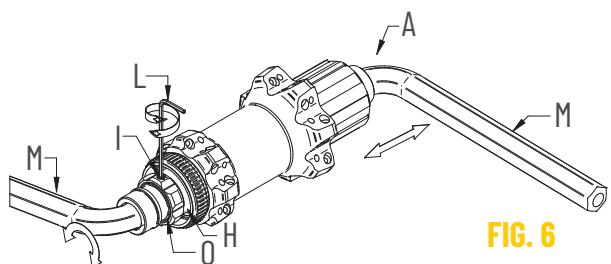

FIG. 6
- Inserite una chiave a brugola da 12 (M) sul lato destro del mozzo (Fig. 6).
- Bloccate lo scontro mobile (0) con chiave a brugola (M) a 15 Nm (Fig. 6).
Se necessario effettuare una registrazione del mozzo agendo sulla ghiera (H) (Fig. 6):
- Allentate il grano (I) con una chiave a brugola (L) (Fig. 6).
- Richiudete il grano (I) (Fig. 6).